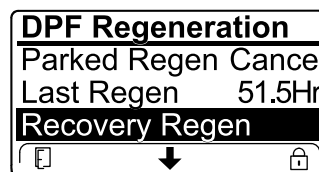

Figura 60
- Si la computadora del motor no ha sido solicitado una regeneración de recuperación y usted se desplaza a la opción RECUPERACIÓN DE RECUPERACIÓN, la regeneración de recuperación se bloquea y el icono de bloqueo (Figura 60) aparece en la esquina inferior derecha del InfoCenter.